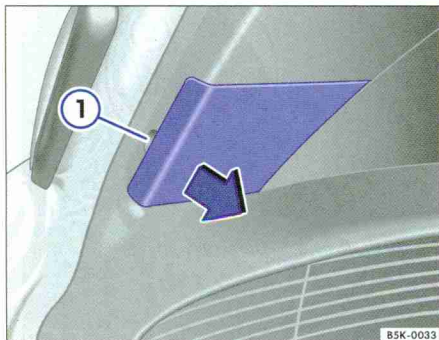

Fig. 204 Retirez le volet intégré au capot de coffre.
3. Retirez le cache de l'évidement avec précaution en faisant levier à l'aide de la lame plate du tournevis compris dans l'outillage de bord (⇒ page 318, fig. 186) ⇒ fig. 204 ①.